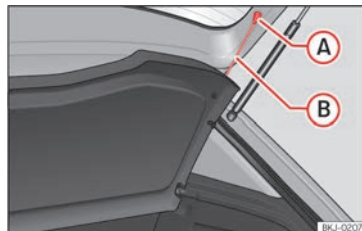

Abb. 137 Im Gepäckraum: Gepäckraumabdeckung aus- und einbauen.
- Hängen Sie die Haltebänder »» (Abb. 137) (B) aus den Aufnahmen (A) aus.
- Hängen Sie die Haltebänder »» (Abb. 137) (B) an der Heckklappe ein.